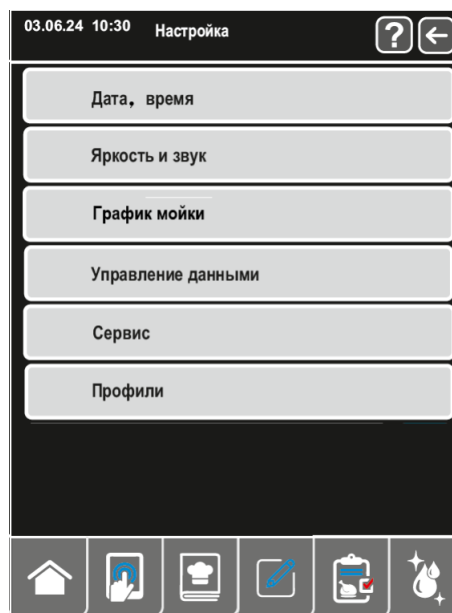

Рис.15. Окно настройки.
5.6.1 На главном окне см.рис.6 нажать  отобразиться окно настрокa рис. 15.